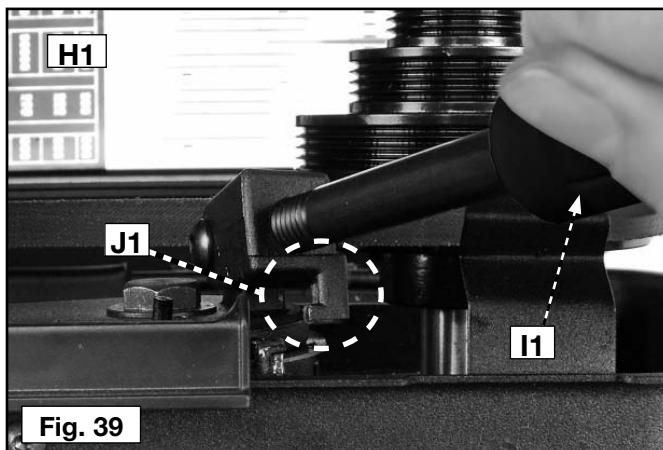

Fig. 39
1. Soulevez le couvercle (H1), fig. 39.
2. Déplacez la manette de tension de courroie (I1) fig. 39, vers le haut à droite et amarrez le crochet (J1) fig. 39 (encadré), pour maintenir le bras de tension en place.